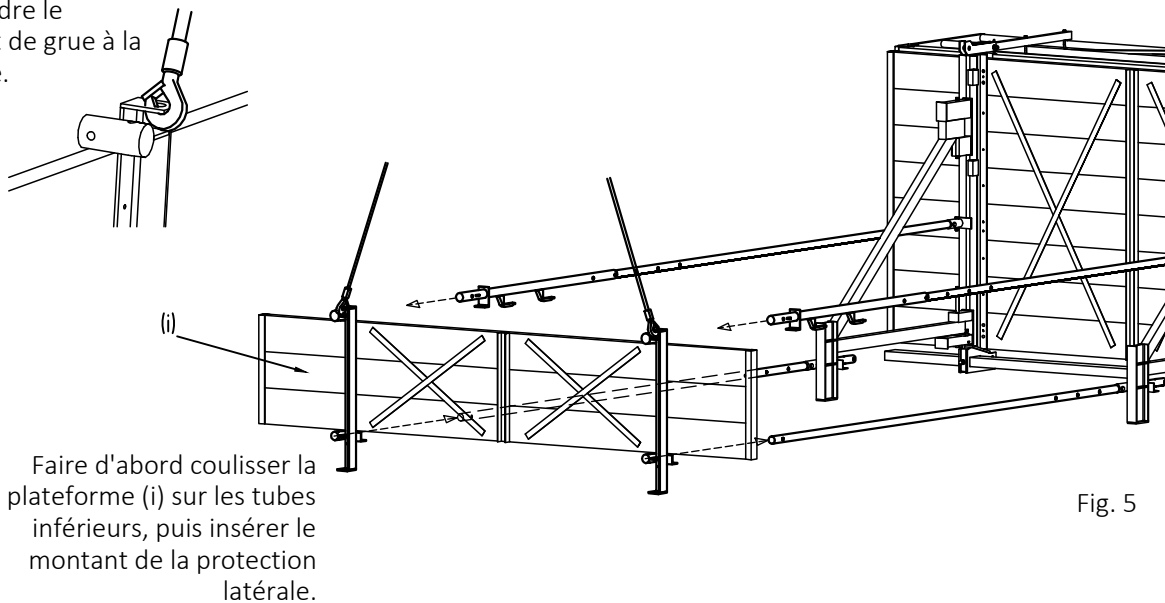

Fig. 5
- 5 Suspendre la plateforme inférieure (i) [n° de pièce 557258] à la grue et la lever légèrement. Faire d'abord coulisser la plateforme inférieure sur les tubes inférieurs, puis les montants de protection latérale dans les douilles supérieures de la plateforme (voir fig. 5).